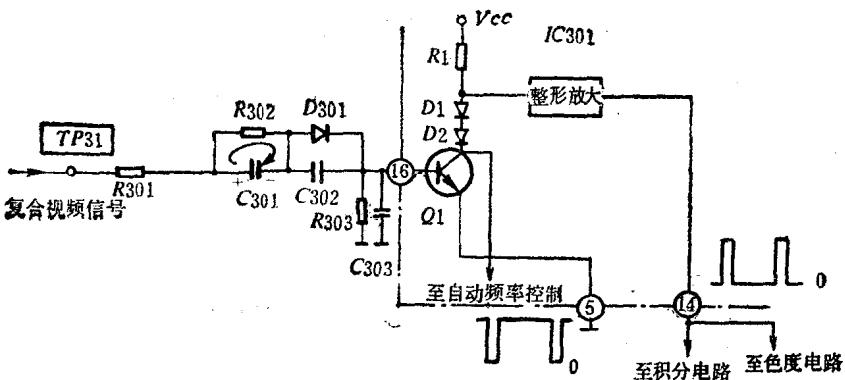

图 1-3-3 东芝C-1831ZDW彩色电视机同步分离电路
集成电路彩色电视机的同步分离电路一般都为扫描集成块的第一级。图1-3-3为东芝C-1831ZDW彩色电视机的同步分离电路，其中Q1为集成块D7609P内的幅度分离管。 $R301$ 、 $C301$ 、 $R302$ 、 $D301$ 、 $C302$ 、 $R303$ 为幅度分离外围元器件。当同步头朝上的负极性视频全电视信号到来时， $D301$ 和 Q_1 均导通， $C301$ 被充电。由于充电时间常数很小， $C301$ 上充上左“+”右“-”的电压，其幅度接近于同步脉冲幅值。同步头过后， $C301$ 经 $R302$ 放电。因放电时间常数很大，所以在扫描正程期间 $C301$ 上电压下降很小。故 $C301$ 在同步信号作用下，始终保持着左“+”右“-”的电压。 $D7609P$ ⑯脚无同步信号时电压为-0.3V，有同步信号时为-0.75V。因此，可以根据同步分离电路在有无同步信号时，直流电压的变化来判断故障的范围。譬如，静态电压失常，可能是集成块内元件损坏或电源供电不当；若静态偏置正常，而动态无变化，则还需考虑信号是否送入电路。